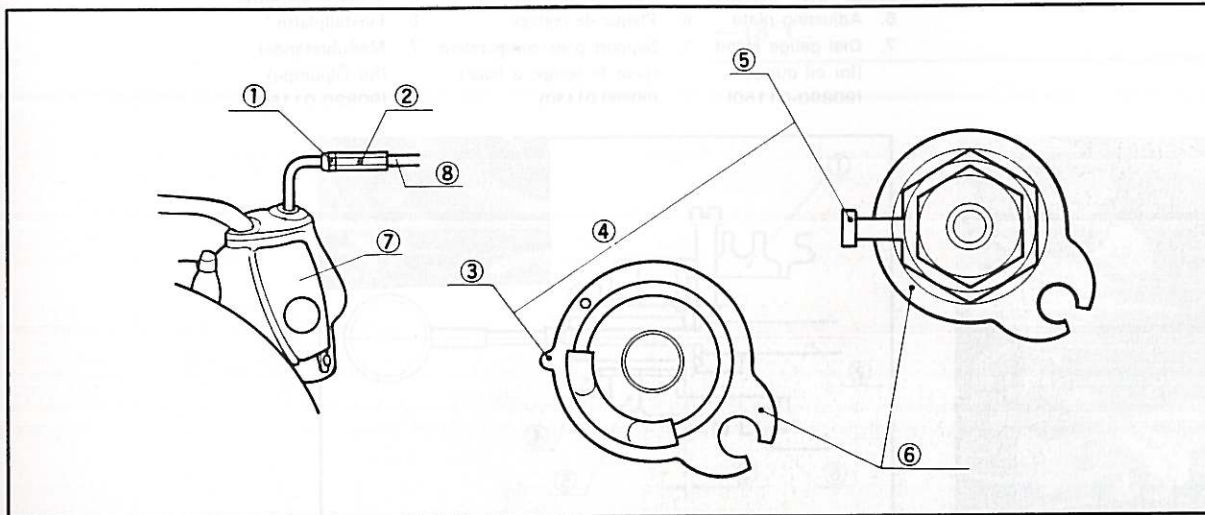

Fig. 2-3-7
d. Screw in the locknut until tight. (Figs. 2-3-7 and 2-3-8)
d. Resserrer l'écrou de blocage de la vis de réglage. (Fig. 2-3-7 et 2-3-8)
d. Sicherungsmutter wieder festziehen. (Fig. 2-3-7 und 2-3-8)